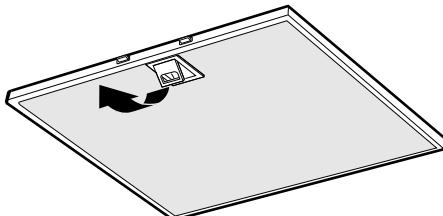

Fig. 12
Ta ut fettfilter Fig. 12.
- Fjern fettfilteret ved å åpne klipsene, Fig. 12. Vær forsiktig med filterne og pass på at de ikke blir bøyd.